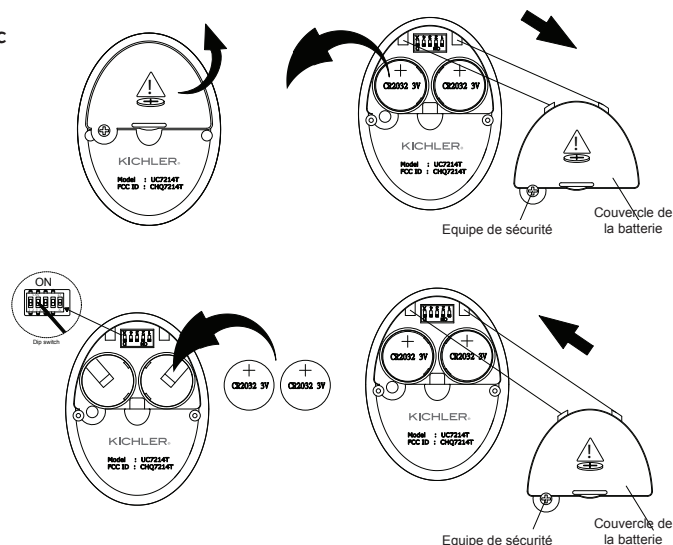

Fig. 22
**Étape 1.** Pour retirer ou remplacer les piles, desserrez la vis de sécurité et retirez le couvercle du compartiment à piles à l'arrière de l'émetteur pour accéder au compartiment à piles. (Fig. 22)
**REMARQUE :** si vous remplacez les piles, veillez à installer les nouvelles piles CR2032 3 V avec le côté + vers le haut. (Fig. 22)
Réinstallez le couvercle de la batterie à l'arrière de l'émetteur et serrez la vis de sécurité. (Fig. 22)